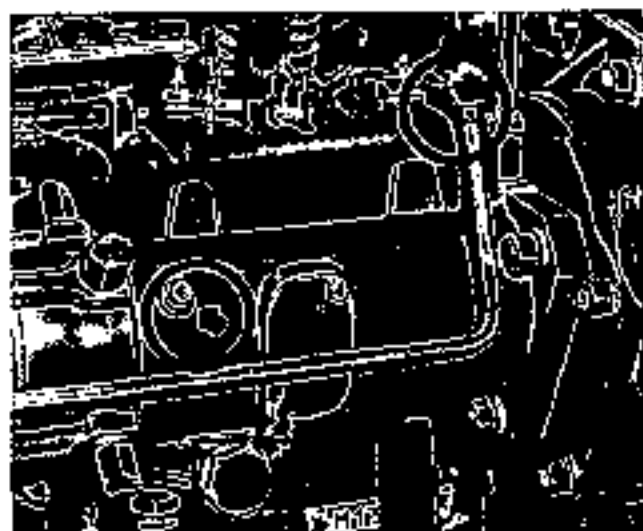

Fig. 50 - Viti di spurgo dell'aria sulla pompa d'iniezione rotativa.
- Se la pompa di iniezione è rotativa, lo spurgo dell'aria richiede ancora un'operazione o cioè: allentare la vite di spurgo del regolatore e azionare ancora la pompa di alimentazione sino a che dalla vite di spurgo del regolatore esca combustibile privo di bolle d'aria (Fig. 50).